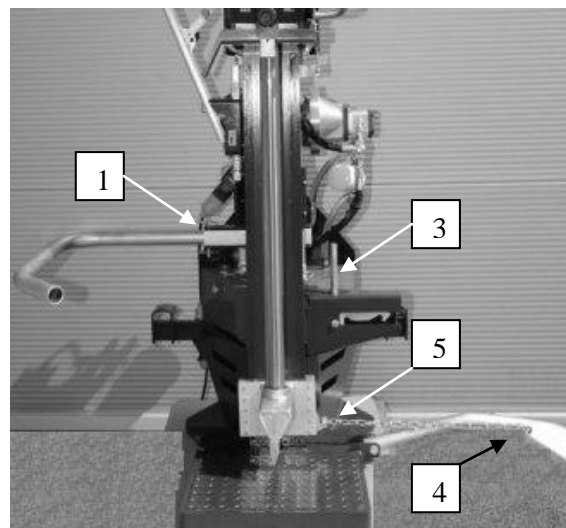

Bild 20
- Den Schubzylinder mit dem Spaltkeil hinunterlassen (Bild 20).
- Für eine Hubstellung den Hebel der Zuhaltung (3) anhalten, womit der Hebebogen (4) gelöst wird und diesen mit der Kette (5) auf den Boden herunterlassen (Bild 20).